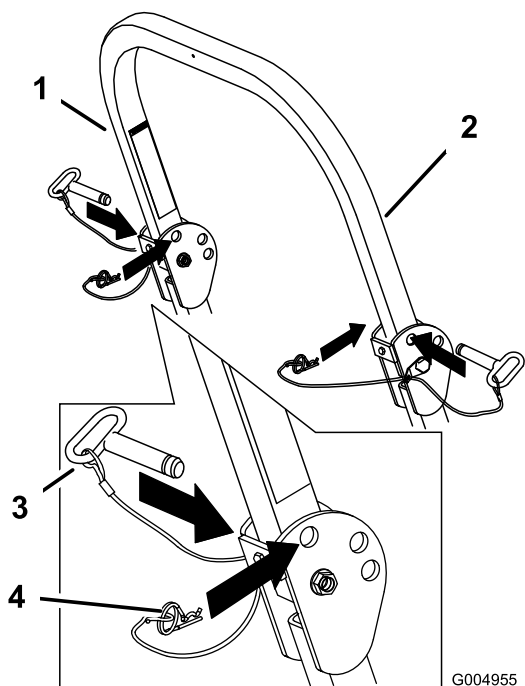

Bild 11
1. Entfernen Sie die Splints und die zwei Stifte (Bild 11).
3. Setzen Sie die zwei Stifte ein und befestigen sie mit den zwei Splints (Bild 11).
2. Richten Sie den Überrollbügel ganz auf, setzen Sie die zwei Stifte ein und befestigen Sie die Stifte mit den Splints (Bild 11).